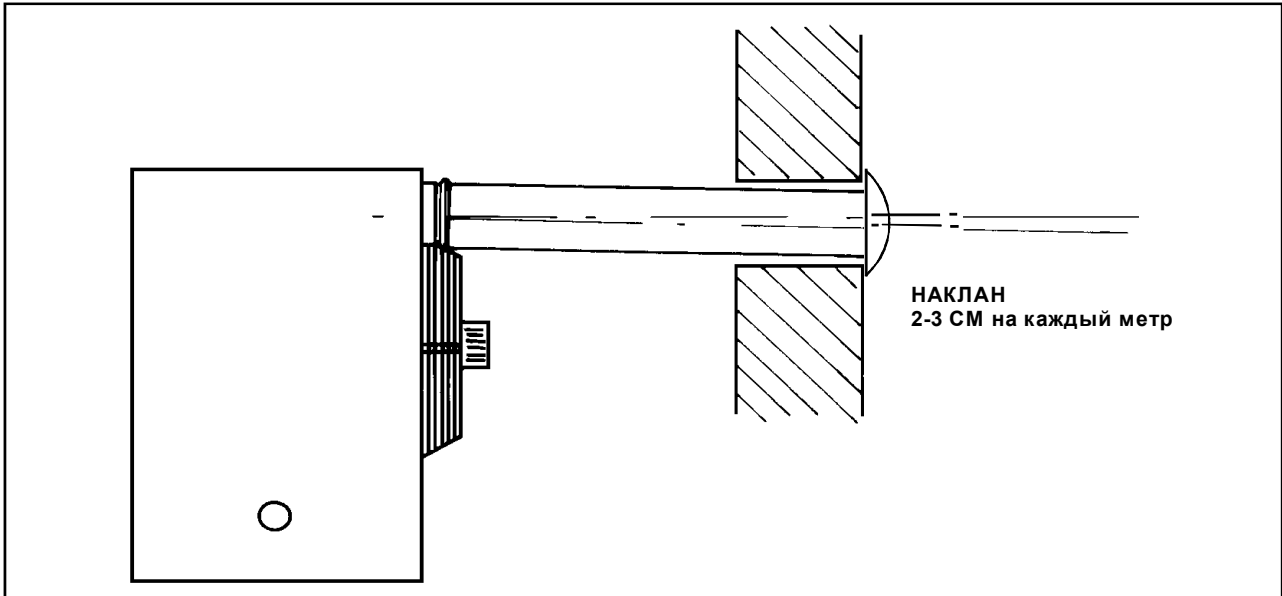
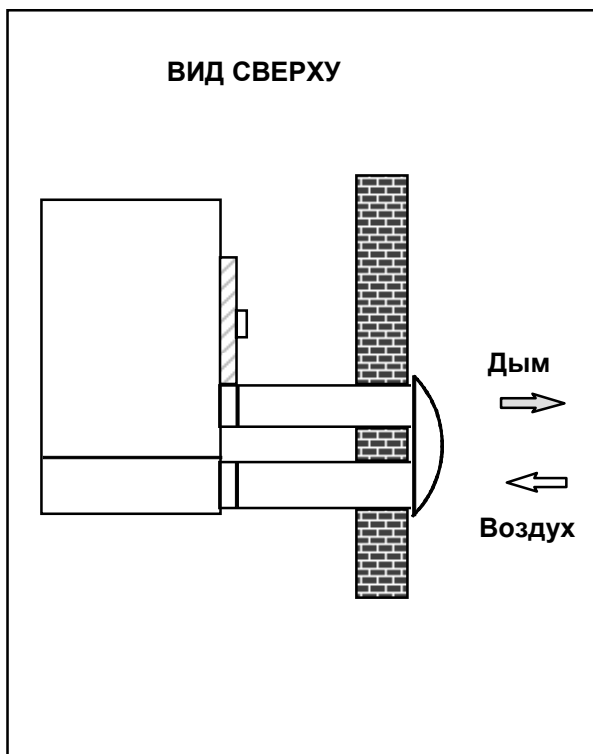

Рисунок 5 - НАКЛОН ГОРИЗОНТАЛЬНОЙ ТРУБЫ ДЫМОХОДА
Рисунок 8
- **тип установки С13 и С33**: рабочее пространство герметично относительно схемы сгорания. Установка с подачей входного воздуха и выходом выхлопных газов используя отдельные или концентрические трубы - горизонтально (для С13 см. рисунок 8,9) или вертикально (для С33 см. рисунок 10).
**ПРИМЕЧАНИЕ:** Если устанавливаются горизонтальные трубы, имеющие длину более 1 метра, труба дымохода должна устанавливаться с уклоном 2 - 3 см на каждый метр длины (см. рис. 5), чтобы предотвратить попадание капель конденсата в установку. Кроме того, чтобы правильно установить дымоходы и воздухозаборники обратитесь к данным на рис. 8.